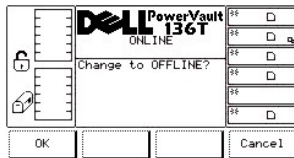

Figure 16. Dialogue Offline Confirmation
- 1 L'écran de confirmation de déconnexion s'affiche. Voir la Figure 16.